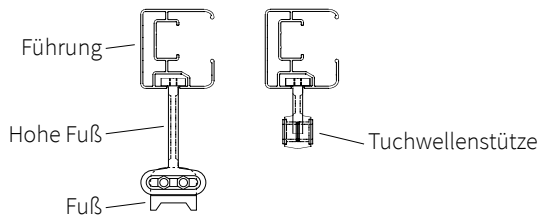

Abb. 3 Vorderansicht Fuß und Tuchwellenstütze
- Schieben Sie die hohen Füße in die Seitenführungen und bringen Sie die Seitenführungen an den Füßen des Veranda-Dachs an. **(Siehe Abbildung 3)**